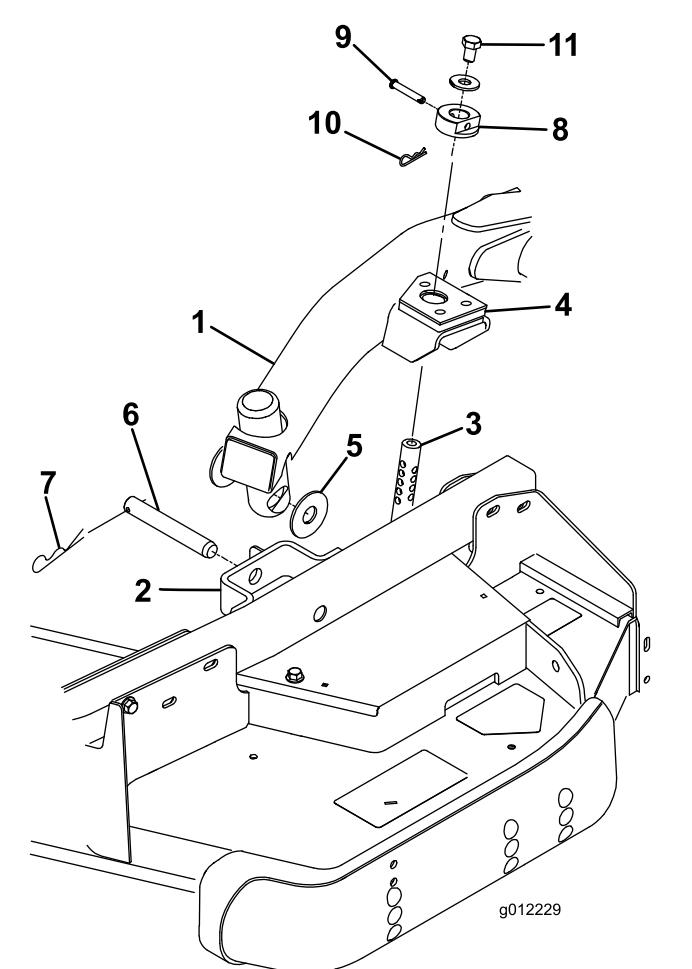

Bild 5
2. Stellen Sie den Hubhebel auf die SCHWEBEN-Stellung. Drücken Sie einen Hubarm nach unten, bis die Löcher im Hubarm mit den Löchern in der Laufradarmhalterung ausgerichtet sind, und die Schnitthöhenstange in die Hubarmpolster eingesetzt werden kann (Bild 5).
3. Befestigen Sie den Hubarm mit zwei Druckscheiben, einem Lastösenbolzen und einem Splint am Laufradarm. Setzen Sie die Druckscheiben zwischen den Hubarm und die Halterung des Laufradarms (Bild 5) und setzen Sie das Ende des Splints in den Schlitz in der Nase des Laufradarms ein, um den Splint zu befestigen.
- Befestigen Sie die Schnitthöhenstellringe an den Schnitthöhenstangen und befestigen sie mit den Lastösenbolzen und den Splints (Bild 5). Der Kopf des Lastösenbolzens sollte möglichst zur Mähwerk vorderseite zeigen.
- Setzen Sie oben auf jeder Schnitthöhenstange eine Schraube ($\frac{1}{2}'' \times \frac{3}{4}''$) und eine Scheibe ein (Bild 5).